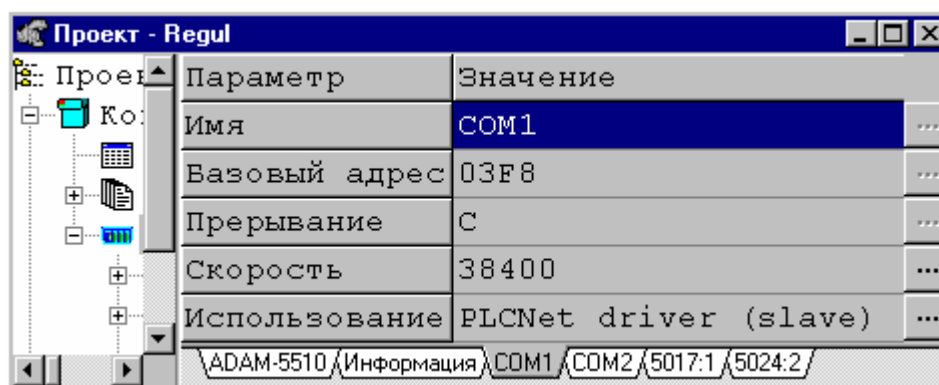

Рис. 16-8. Окно настройки параметров порта
- Откройте лист с закладкой COM1 и произведите настройку порта следующим образом (рис.16-8):